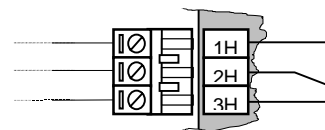

Fig. 7.5.1.1
Les schémas de la Fig. 7.5.1.2 montrent les branchements à effectuer sur le bornier pour:
**AVERTISSEMENT: SIGNAL EXTÉRIEUR.** Voir les Fig.: 7.5.1.2 / .2.2 / .2.5 / .3.2
AVERTISSEMENT: SIGNAL EXTÉRIEUR voir les Fig.: 7.5.1.2 / .2.2 / .2.5 / .3.2
AVERTISSEMENT: SIGNAL EXTÉRIEUR voir les Fig.: 7.5.1.2 / .2.2 / .2.5 / .3.2 - 2. - **FIL DE RACCORDEMENT** - voir Fig.7.8.3